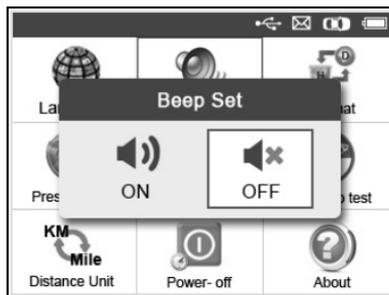

Imagen 3.4
- 2) Desde el menú de **ajustes de señal sonora**, utilice el botón de desplazamiento **IZQUIERDA/DERECHA** para seleccionar **ON/OFF** para encender o apagar la señal sonora. (Imagen 3.4)